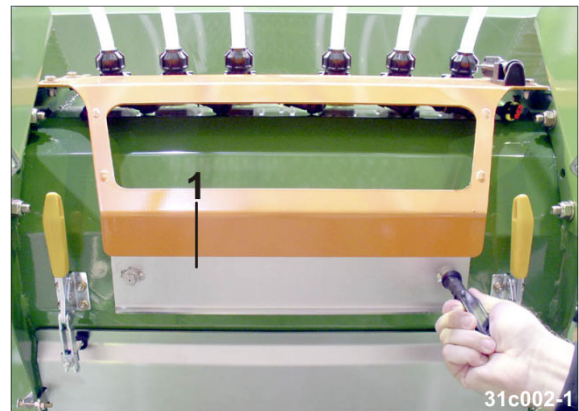

Fig. 274
3. Opsamlingsbeholderen (Fig. 274/1) tømmes i reglen efter afslutningen af markarbejdet (se kap. "Tømning af såsædsbeholderen og/eller adskillesestromlen", på side 186).